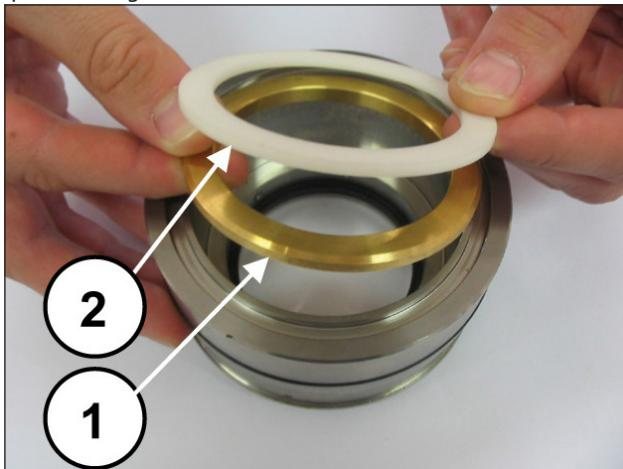

Fig. 195
Monte o anel de suporte e o anel de anti-extrusão (pos. ①②, Fig. 195), e as três embalagens, prestando atenção para que os entalhes estejam localizados a 120° de um para outro (pos. ①, Fig. 196), o anel raspador da embalagem e o anel para mola (pos. ①②, Fig. 197).